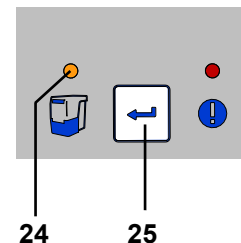

Abb. 11
- ⇒ Enter-Taste (25) drücken (Zähler zur Erfassung des Zeitintervalls wird zurückgesetzt).
- ◆ Anzeige Staubschublade (24) erlischt.
**Wird die Staubschublade nicht geleert, leuchtet die Anzeige der Staubschublade (24, Abb. 11) weiterhin. Nach dem Aus- / Einschalten des Gerätes wird durch einen 3-maligen Signalton erneut auf das Entleeren der Staubschublade hingewiesen.**